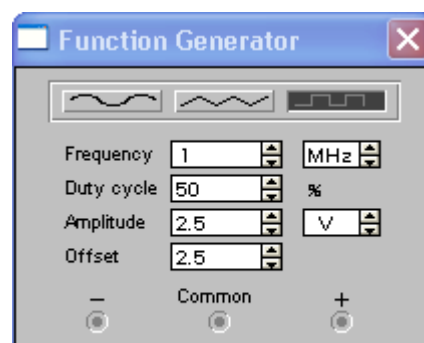

Рис. 5
4.3.3. Оберіть сигнал прямокутної форми клавішею  (рис. 5).
4.3.4. У вікні Frequency 1 MHz генератора встановіть розмірність MHz та частоту вхідної напруги 1 MHz (рис. 5).
рність V , амплітуду вхідної напруги 2,5 В і постійну напругу 2,5 В у віконці Offset 2.5 (рис. 5).
Тривалість перехідного процесу $\tau = T_2 - T_1$ визначена у правому віконці (рис. 4.6), а частота f_{gr} зазначена у віконці Frequency 1 MHz (рис. 5).